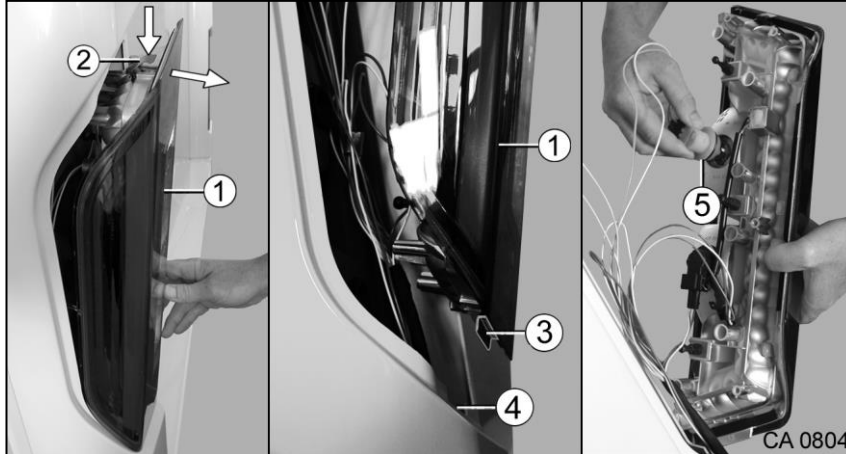

Fig. 199 Remplacement de l'ampoule sur le support de feu arrière
Si, lors du changement d'ampoule sur le support de feu arrière (Fig. 199/1) on travaille avec un outil non approprié ou si le câble est trop sollicité, il y a risque de détérioration.
Ne pas laisser pendre le support de feu arrière (Fig. 199/1) par les câbles !
1. Tirer le support de feu arrière (Fig. 199/1) en haut en dehors jusqu'à ce que le clip de fixation (Fig. 199/2) soit visible.
2. Pousser le clip de fixation (Fig. 199/2) vers le bas tout en sortant encore davantage le support de feu arrière (Fig. 199/1).
3. Soulever le support de feu arrière (Fig. 199/1) et retirer l'entretoise (Fig. 199/3) hors de l'évidement (Fig. 199/4).
4. Enlever prudemment le support de feu arrière (Fig. 199/1), bien le tenir et le déposer dans un endroit approprié.
5. Tirer le culot de lampe (Fig. 199/5) enfiché en dehors et remplacer l'ampoule défectueuse.